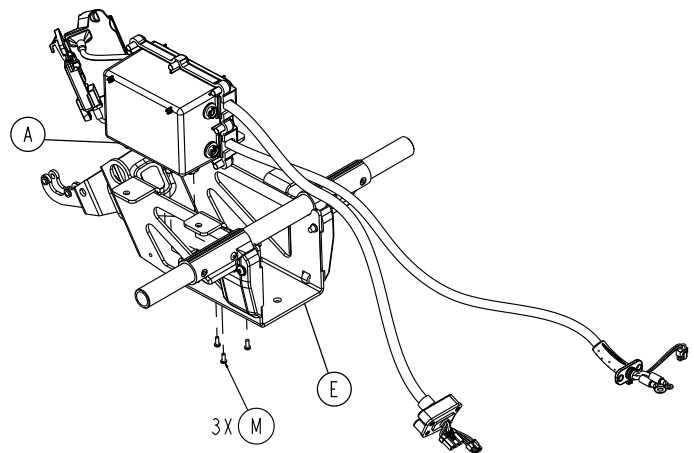

Figure 57 – Retirer les vis de l'ensemble de boîtier HBC
6. À l'aide d'une clé Torx T20, retirer les trois vis de taraudage à tête cylindrique (M) qui fixent l'ensemble de boîtier HBC (A) au support de cage alvéolée (E) (Figure 57). Conserver les vis.